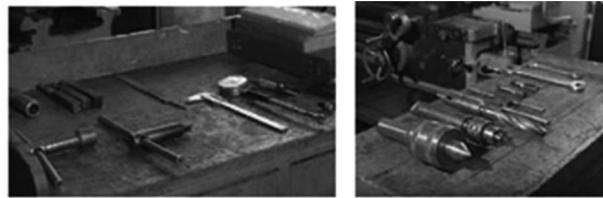

图 1-1-7 工艺装备的摆放
(1) 主轴变速必须先停车, 变换进给箱手柄应在低速或停车状态进行。为保持丝杠的精度, 除车削螺纹外, 不能使用丝杠进行机动进给。
(2) 工具、夹具及量具等工艺装备的放置要稳妥、合理, 有固定的位置, 便于操作时取用, 用后应放回原处, 如图 1-1-7 所示。主轴箱盖上不应放置任何物品。